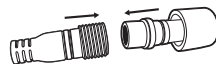

Рис. 8
- Подключите 3-контактный разъем лампы к блоку управления, как показано на рис. 8. Убедитесь, что пластиковая крышка установлена плотно.